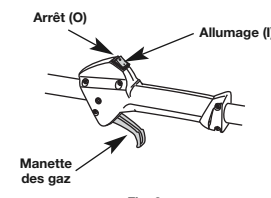

Fig. 8
2. Placez l'appareil sur une surface horizontale plane (Fig. 8).
4. Versez tout le contenu de la bouteille d'huile dans le carter-moteur (Fig. 8).